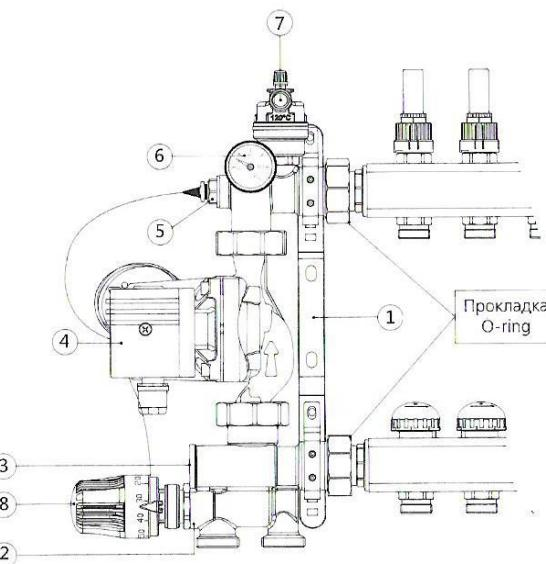
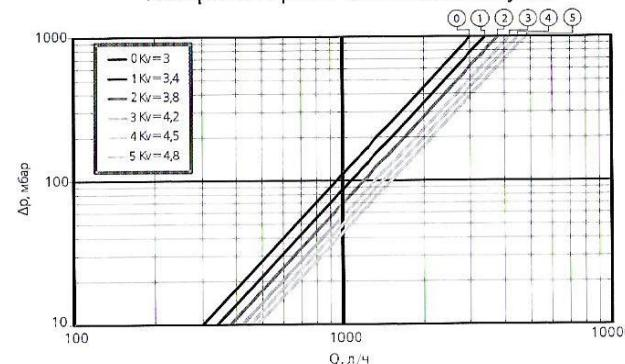

Рис.1
Рис. 3
2. при помощи монтажного кольца головки закрепите её на смесительном кла- пане (рис. 1 поз. 2);
3. поместите датчик в гнездо температурного датчика (рис. 1 поз. 5);
Согласно приведённой ниже диаграмме (рис. 3), расходу 1032 л/ч, соответствуют 6 разных кривых  $\Delta P_{valv}$  при разных настройках байпаса (рис. 1 поз.3): чем меньше открыт байпас, тем быстрее достигается требуемая температура на подаче, и наобо- рот, при максимально открытом байпасе увеличивается расход и одновременно сокра- щается колебание температуры подачи, связанное с открытием-закрытием различных зон, на которые разделяется система отопления.
Температура подачи низкотемпературного контура отопления задаётся на терmostатической головке (рис. 1 поз.8), с диапазоном установки от 20 до 65 °C, и поддерживается постоянной благодаря действию терmostатического клапана.